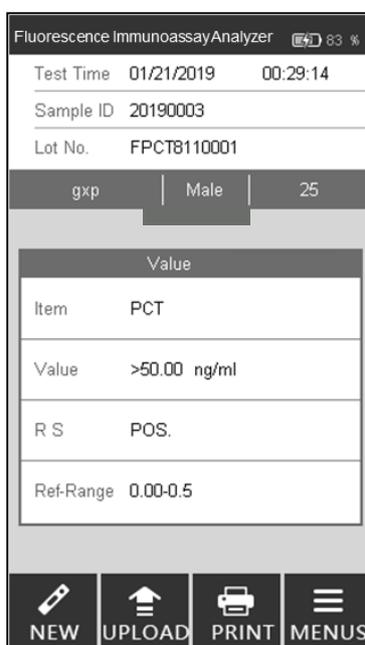

Fig. 34
Étape 8 : les résultats s'affichent une fois le test effectué. (Voir Fig. 34)
Étape 8 : les résultats s'affichent lorsque le test est terminé. (Voir Fig. 34)